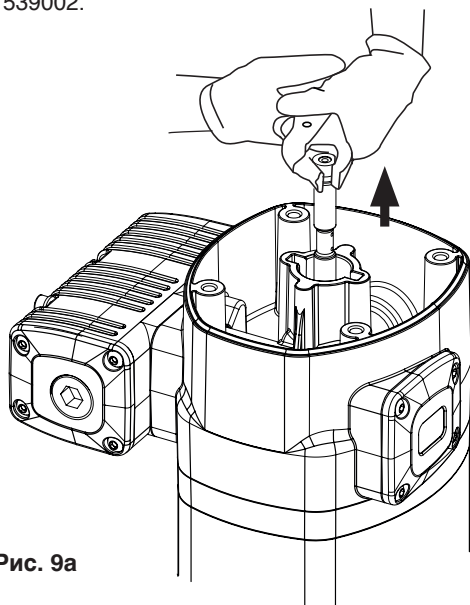

Рис. 9a
1. Отвинтите болты (2) и снимите колпак (3).
2. Отвинтите датчик втулки (4).
3. С помощью ручного зажима на гайке (5) потяните шток (40) наружу, пока не появится его центральная выемка (рис. 9a). Затем с помощью другого ручного зажима возьмитесь за стержень (40) за указанную выемку, чтобы предотвратить повреждение уплотнительной поверхности, и отвинтите гайку (5) (рис. 9b).
4. Снимите уплотнительное кольцо (6) и кольцо (7) и позже замените их новыми.
5. Выкрутите болты (55). Вытяните корпус мотора (13) наружу, чтобы освободить его вместе со уздечкой (36).
6. Уберите прокладку (9) и замените ее уплотнения (8) и (10).
7. Отвинтите болты (37) и отделите двигатель (13) от уздечки (36). Снимите шайбу (32) и замените уплотнение (8).
8. Снимите цилиндр (50), осторожно удерживая воздушный поршень (45). Замените поршневое уплотнение (44).
9. Выполните сборку в обратном порядке, применив фиксатор резьбы в винтах (37), гайке (5) и втулке датчика (4).